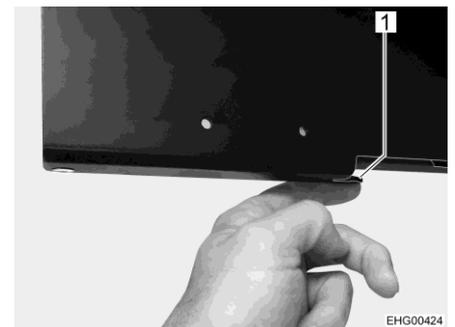

Bild 96 Schwenkmechanismus entriegeln
- Um den Flachbildschirm in gewünschte Position zu schwenken: Schwarzen Hebel (Bild 96,1) unten an der Auszugplatte drücken und Flachbildschirm schwenken.